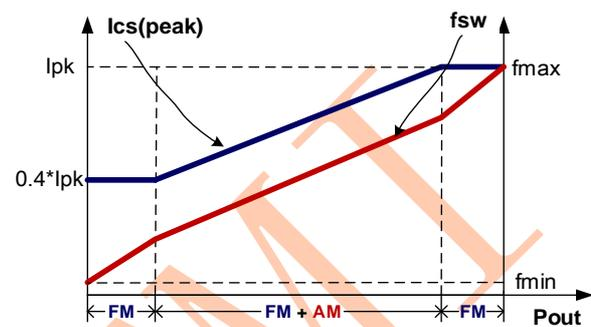

图 4
如图 4 所示，为了满足严苛的平均效率和待机功耗要求，U9513X 采用了调幅控制 (AM) 和调频控制